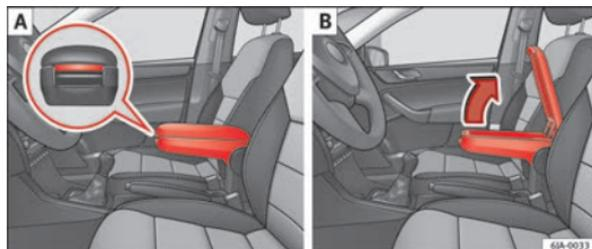

Fig. 70 Apoio de braços/Abrir e fechar o porta-objectos
- Pressione o botão que se encontra na parte dianteira do apoio de braços ⇒ Fig. 70 - [A].
- Levante a tampa do compartimento para objectos ⇒ Fig. 70 - [B]. ■